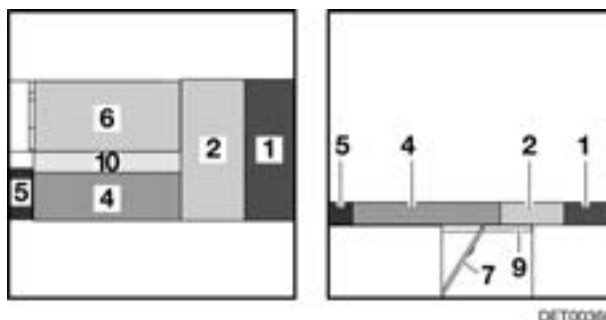

Bild 106 Nach dem Umbau
- Das Sitzpolster (Bild 106,6) nach vorn auf den Tisch ziehen.
- Das Rückenpolster (Bild 106,4) umlegen und zur Mitte ziehen.
- Das Zusatzpolster (Bild 106,10) zwischen das Rückenpolster und das Sitzpolster legen.
- Das Sitzpolster (Bild 106,2) zur Mitte ziehen.
- Das Rückenpolster (Bild 106,1) zwischen das Sitzpolster und die Wand legen.